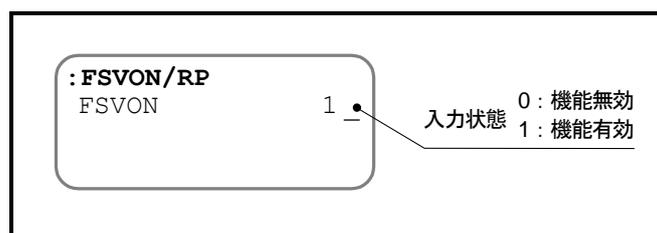

図 A-4：機能モニタの表示例
- たとえば、「図 A-4：機能モニタの表示例」の例では SVON 入力：サーボオン 機能の入力状態をモニタしています。仮に SVON 入力が B 接点であったとしても、サーボオン入力が有効であるということを示しています。